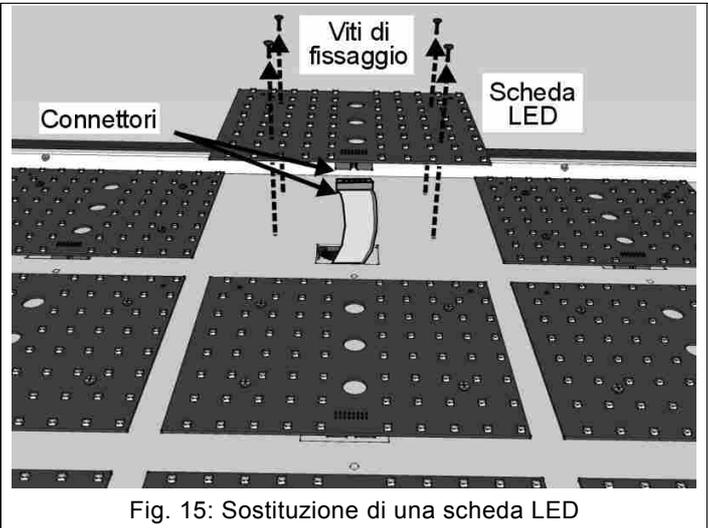

Fig. 15: Sostituzione di una scheda LED
2. Con il cacciavite, togliere le viti di fissaggio della scheda da sostituire (Fig. 15); allontanare leggermente la scheda dalla sua posizione per estrarre il connettore del cavo piatto di collegamento.